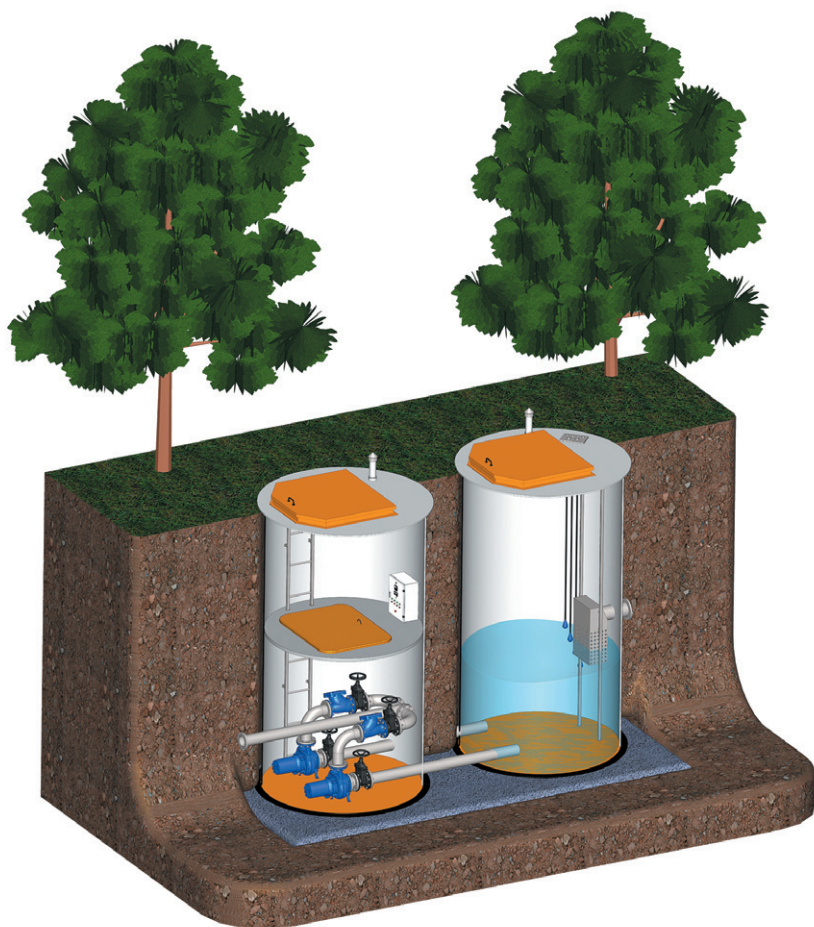

Рис. 2. КНС с сухой камерой
- КНС с сухой камерой (рис. 2);